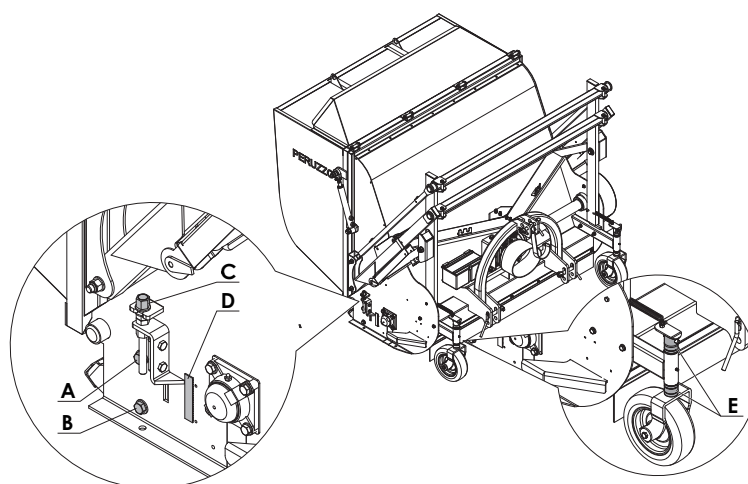

Fig. 10
För att justera skärhöjden ska du ingripa på framsidan på de svängbara hjulen och flytta de särskilda mellanlägg (E) (se **fig. 10**) och på rullen och justera höjden.